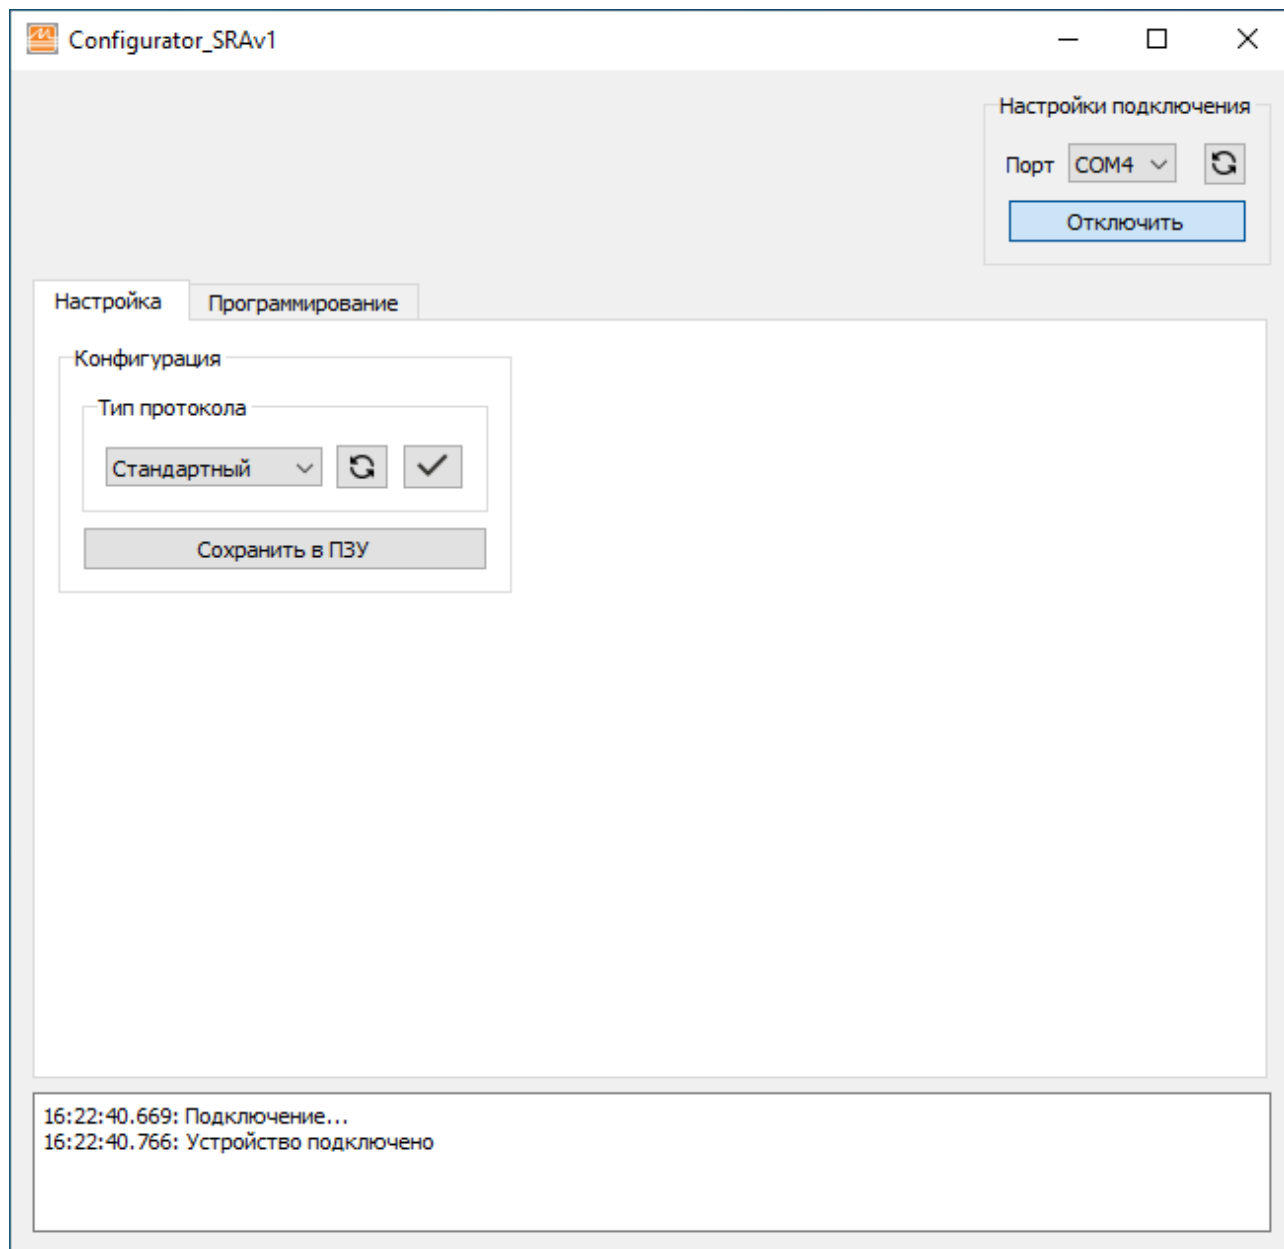

Рисунок 2.5 – Внешний вид окна программы Configurator\_SRAv1
2.6.3 Запустите программу «Configurator\_SRAv1» (рисунок 2.5).
2.6.7 Перейдите на вкладку «Настройка» (рисунок 2.5). Для чтения текущего типа протокола нажмите кнопку .
- запустите программу «Configurator\_SRAv1» (рисунок 2.5);